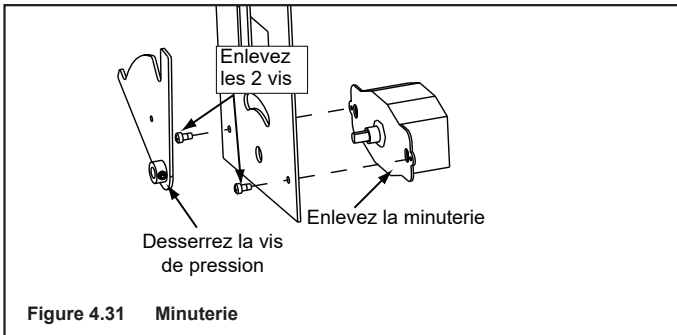

Figure 4.31 Minuterie
7. Desserrez la vis de pression sur la minuterie, retirez les deux vis et retirez la minuterie. Voir la figure 4.31.